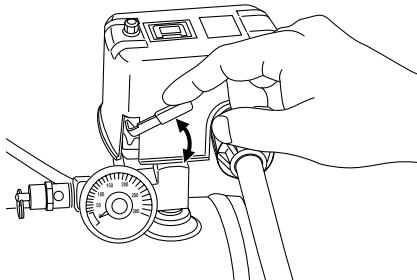
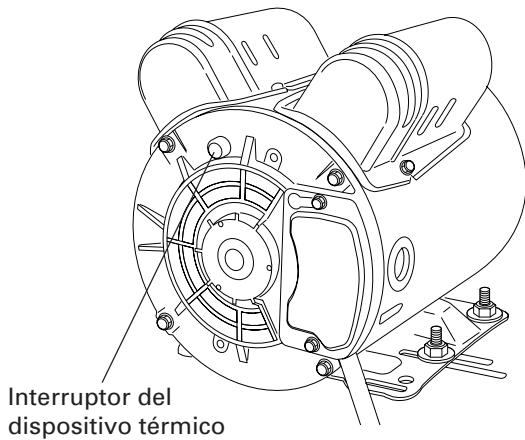

Fig. 3
Fig. 8
- (2) Elimine la humedad de la cámara de aire del compresor de aire. Para purgar la cámara de aire, abra la válvula de purga poco a poco e incline el compresor para vaciar el agua acumulada. Ciérrela con fuerza cuando haya acabado la purga.
(3) Asegúrese de que el interruptor del motor y de presión está en la posición "OFF" (Fig. 3). Si el enchufe está conectado a un tomacorriente mientras el botón está en la posición "AUTO", el compresor empezará a funcionar en seguida y podría causar lesiones graves.
- (1) Presione la perilla del interruptor de presión para ponerla en "OFF" y desenchufe la clavija del tomacorriente (Fig. 3).
- (2) Si el cable de extensión no cumple con las especificaciones indicadas en la página 33 y 34, cámbiela por la indicada en esta página 33 y 34. Si la capacidad de la fuente de alimentación es insuficiente, auméntela para eliminar la causa de la circulación de corriente excesiva (sobrecorriente).
- (3) Espere aproximadamente 5 minutos, y luego presione el interruptor de reposición del protector térmico (Fig. 8).
- (4) Efectúe el arranque. Si el motor sigue parándose durante la operación, póngase en contacto con el servicio técnico.